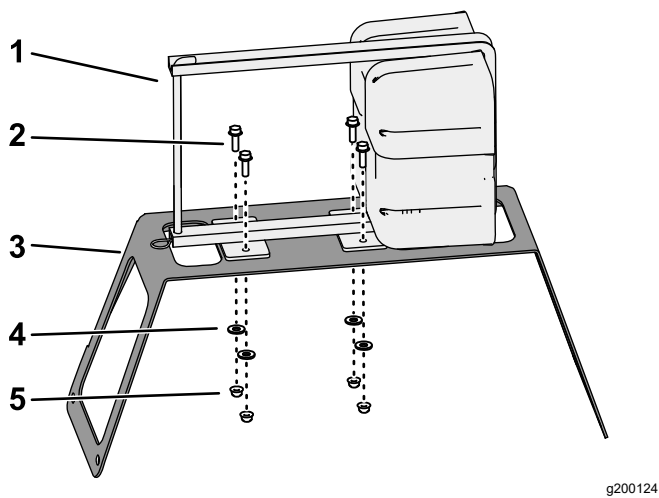

图 3
1. 如 图 3 所示将泡沫标记水箱和压缩机与安装支架对齐。
2. 用 4 个螺栓 5/16 x 1 英寸、4 个垫圈 3/8 英寸和 4 个凸缘锁紧螺母 5/16 英寸将压缩机固定到支架上 图 3。